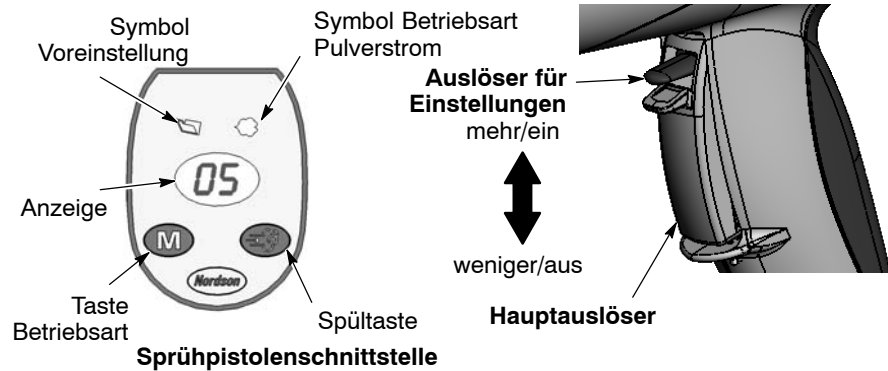

Abb. 3-2 Bedienelemente der Pistole
1. Siehe Abbildung 3-2. Den Hauptauslöser loslassen. Voreinstellungen können nicht geändert werden, während die Pistole ausgelöst ist.
1. Siehe Abbildung 3-2. Die Taste **Betriebsart** drücken, bis das Symbol **Pulverstrom** leuchtet.
1. Siehe Abbildung 3-2. Die Sprühpistole in die Kabine richten und den Hauptauslöser loslassen.